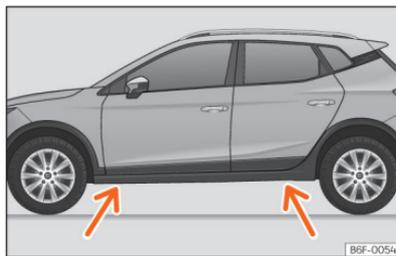

Fig. 196 Pontos de apoio do macaco.
- Procure na longarina a marca do ponto de apoio do macaco (zona afundada) mais próximo da roda a substituir » » » Fig. 196.